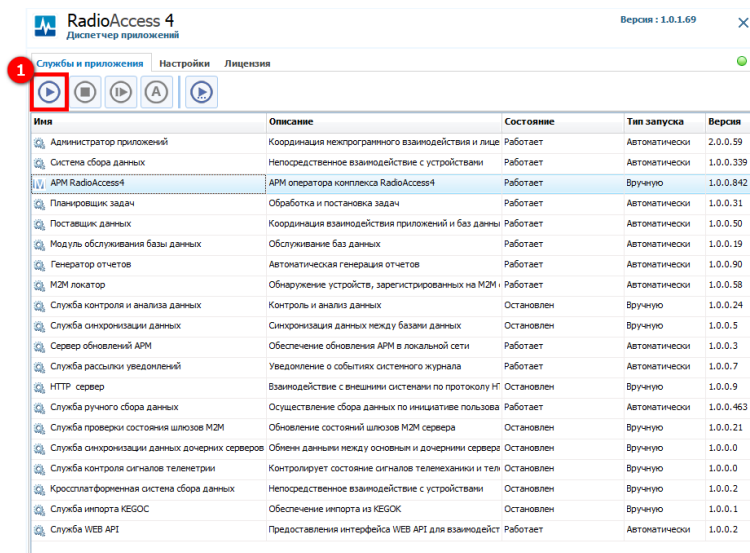
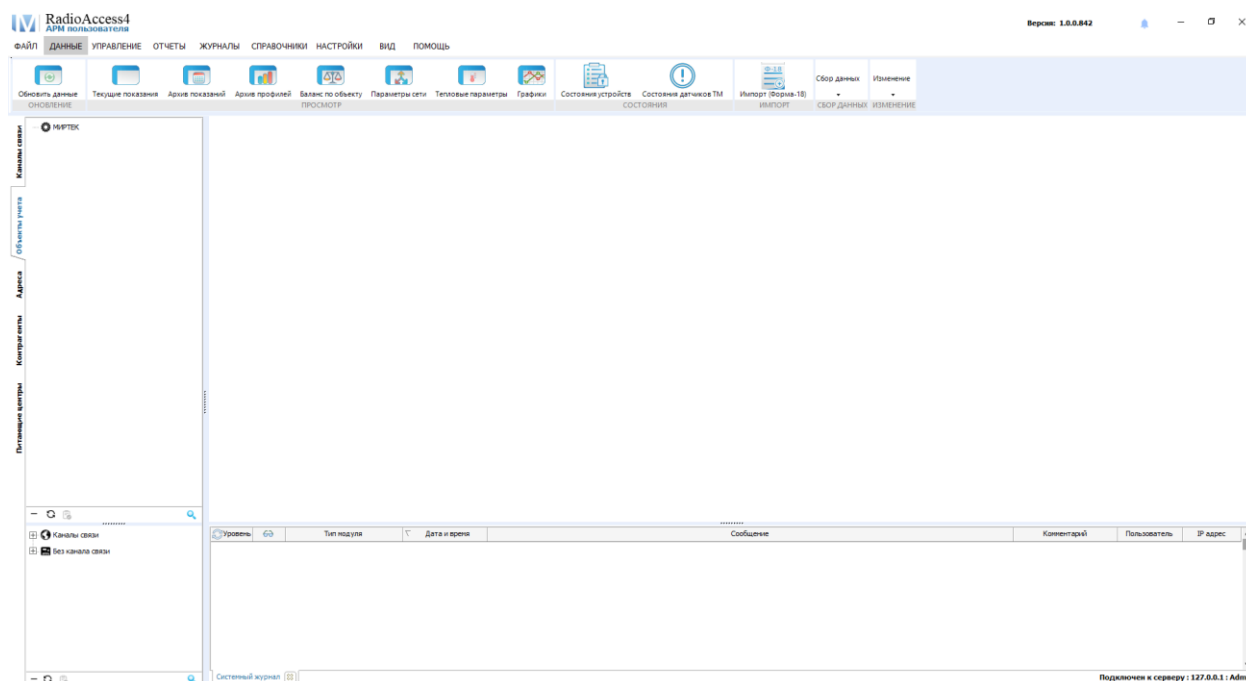

Рисунок 23 – Запуск APM RadioAccess 4 (РадиоАксесс 4) в Диспетчере приложений
Рисунок 24 – Окно программы RadioAccess 4 (РадиоАксесс 4)
После нажатия кнопки запуска (1) (см. рисунок 23) в **Диспетчере приложений АРМ RadioAccess 4 (РадиоАксесс 4)** открывается окно программы Автоматизированного рабочего места потребителя (см. рисунок 24).